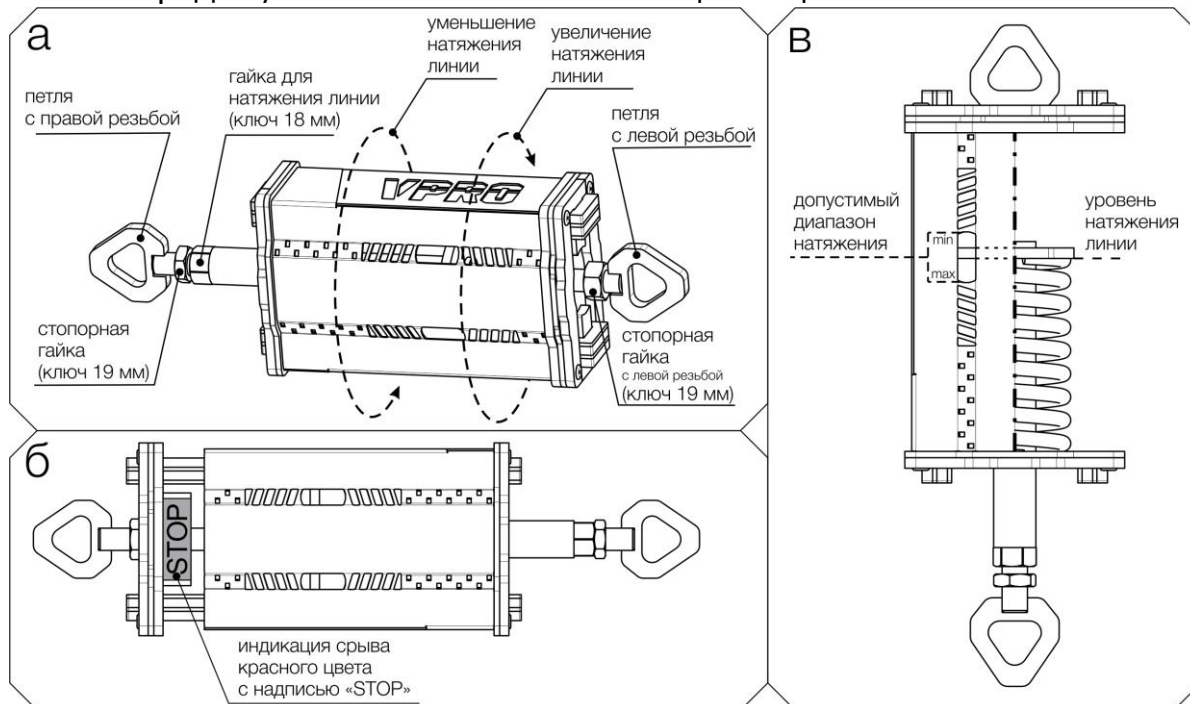

Рис. 5 Порядок установки и использования амортизатора vpro CL S01
- 1) Убедиться, что обе стопорных контр-гайки (рис. 5а) не препятствуют вращению резьбового соединения.
натяжения» ключом 18 мм), так и без (вращая непосредственно корпус устройства). Направление вращения указано на рисунке 5а. Вращать необходимо до тех пор, пока индикация натяжения не окажется в диапазоне допустимого уровня натяжения (см. рис. 5в). При натяжении линии рекомендуется устанавливать минимально допустимый уровень натяжения.
Внимание! Амортизатор имеет встроенную индикацию срыва (см. рис. 5б). В случае срыва амортизатора, дальнейшее использование анкерной линии категорически запрещено.